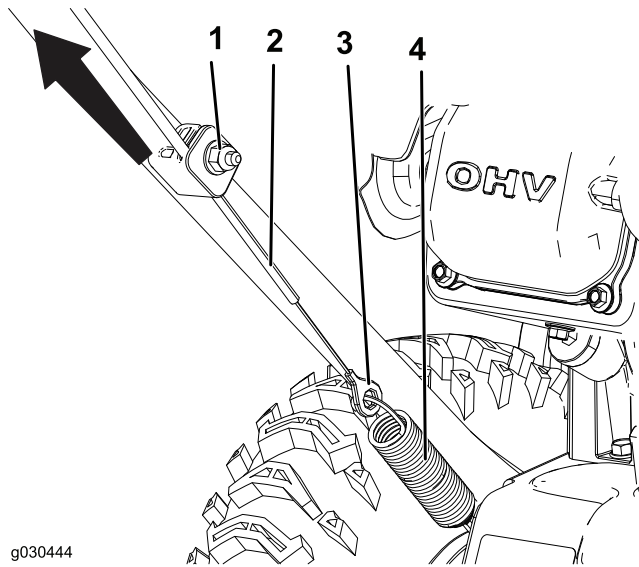

Figura 25
1. Allentate il dado sul serrafilò per cavi inferiore ma non rimuovetelo (Figura 25).
2. Tirate il cavo verso l'alto e rimuovete un po' dell'allentamento (Figura 25).
3. Tenete il cavo in posizione e serrate il dado (Figura 25).